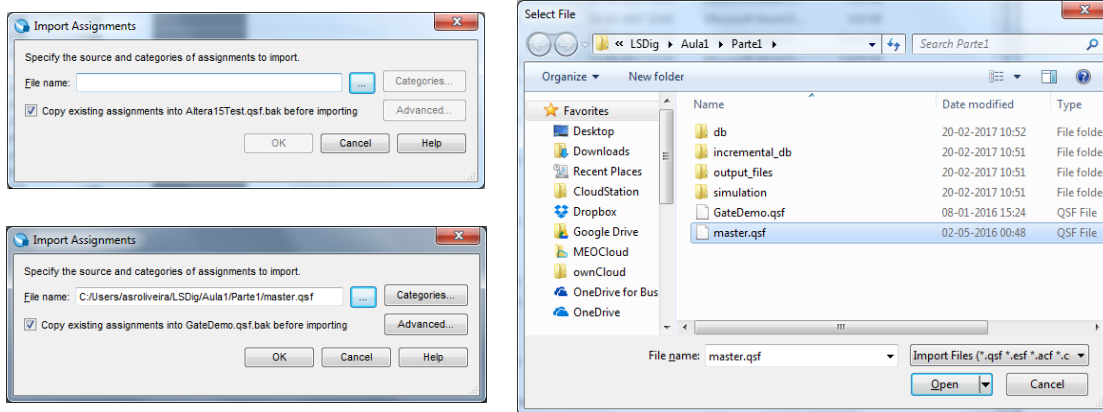

Figura 23 – Seleção e importação do ficheiro “master.qsf” com as definições dos pinos da FPGA ligados aos dispositivos do kit.
15. Para implementar o circuito em hardware real (FPGA), importe agora as definições de pinos da FPGA da placa de desenvolvimento que vai usar (localização física dos pinos aos quais estão ligados à FPGA os vários dispositivos da placa – e.g. LEDs, interruptores, displays, etc.). Para tal use o menu “*Assignments*→*Import Assignments*” (Figura 23).